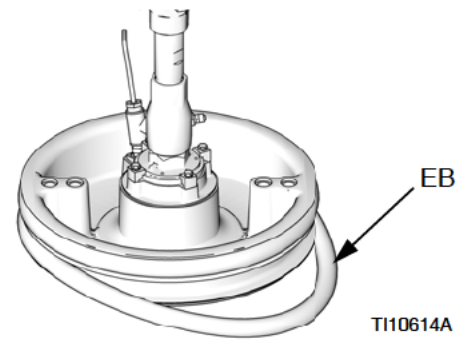

图 20
1. 使用木质或塑料工具以防损坏刮环 (EB)，清洗掉密封槽上的所有涂料。
2. 从底部开始操作，将一根刮环 (EB) 弯出压盘背面。参见图 20。
3. 将刮环 (EB) 插入顶槽中，让刮环前部进入槽中。
4. 将第二根刮环 (EB) 插入底槽中，让刮环前部进入槽中。